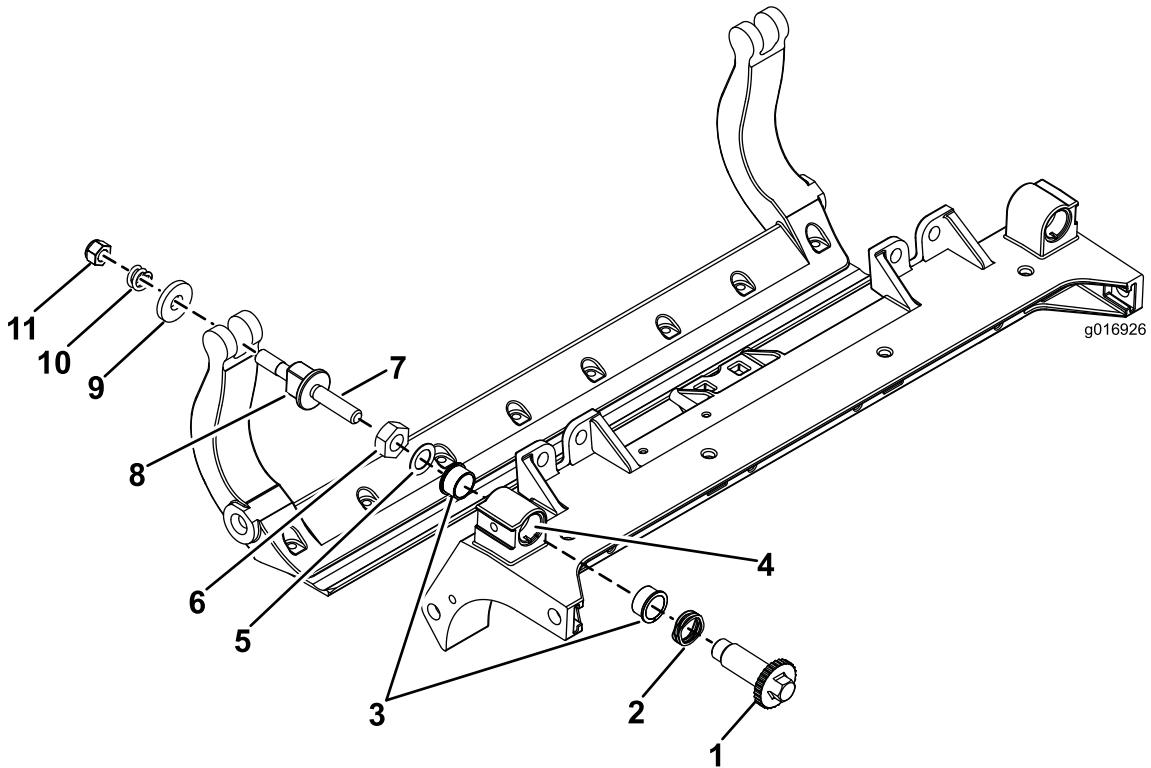

Рисунок 36
- Снимите все детали (см. *Инструкции по установке* для комплекта HD DPA (модель № 120-7230) и Рисунок 36).
- Нанесите противозадирный состав на внутреннюю поверхность втулки на несущей раме режущего блока (Рисунок 36).
- Совместите шпонки фланцевых втулок с прорезями в раме и установите втулки (Рисунок 36).
- Установите волнистую шайбу на шпиндель регулятора и вставьте шпиндель регулятора во фланцевые втулки, установленные в раме режущего блока (Рисунок 36).
- Закрепите шпиндель регулятора с помощью плоской шайбы и контргайки (Рисунок 36). Затяните контргайку с моментом 20–27 Н·м.
Примечание: Установите нейлоновую шайбу с каждой стороны выступа боковой пластины. На нейлоновые шайбы установите стальные шайбы (Рисунок 36).